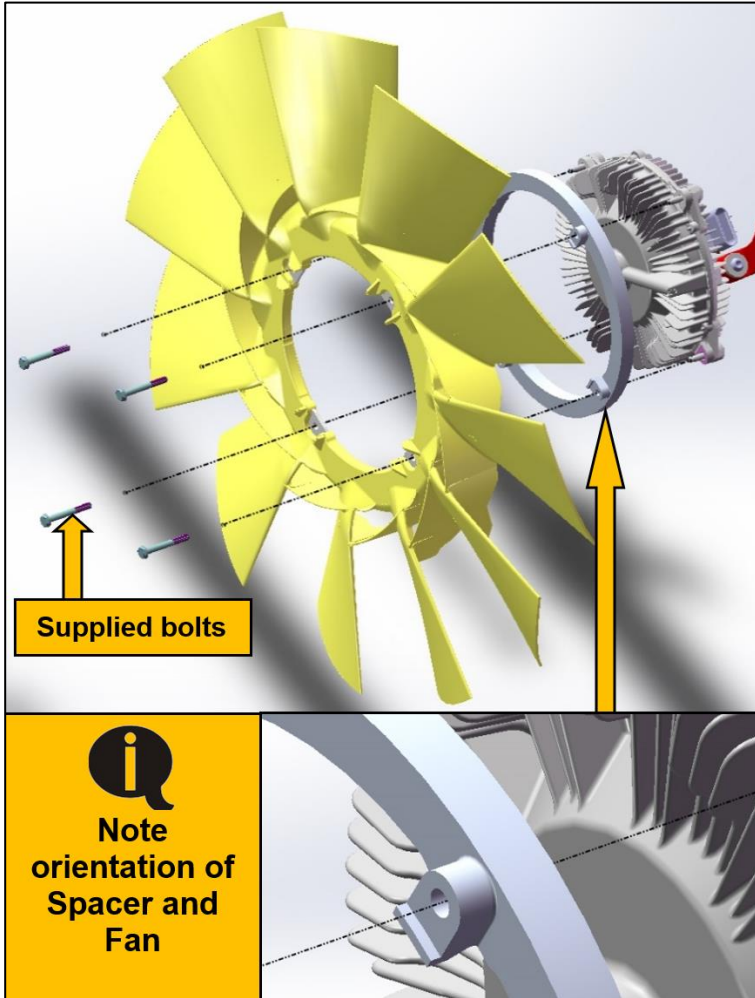

Figure 15 – Modifying the fan
- Re-install fan body on fan clutch using the new spacer (**Figure 15**).